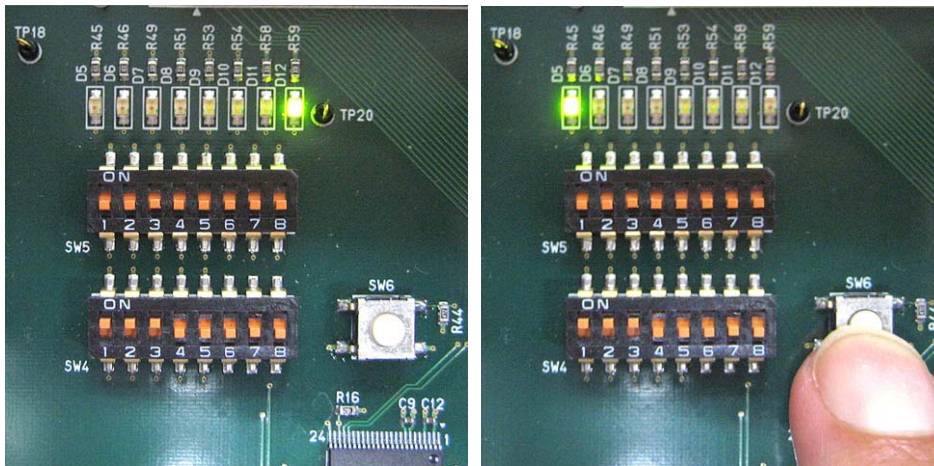

図 26 コンフィグレーション正常終了時とリセットスイッチ押下時のステータス LED の状態
- ⑦ 正しくコンフィギュレーションされたならば、「2.3 状態遷移とアルゴリズムテスト」で説明したテストが自動的に始まり、正常であれば図 10 の「S2.コマンド&データ入力待ち」状態まで進む。その結果、図 26 左のように、ボード左側のFPGA(XC2VP30)に接続された8個のLEDのうち右端のD12が点灯する。また、アルゴリズムテストが失敗した場合は、左端のD5(エラー発生)とD8(アルゴリズムテストエラー)の各LEDが点灯する。